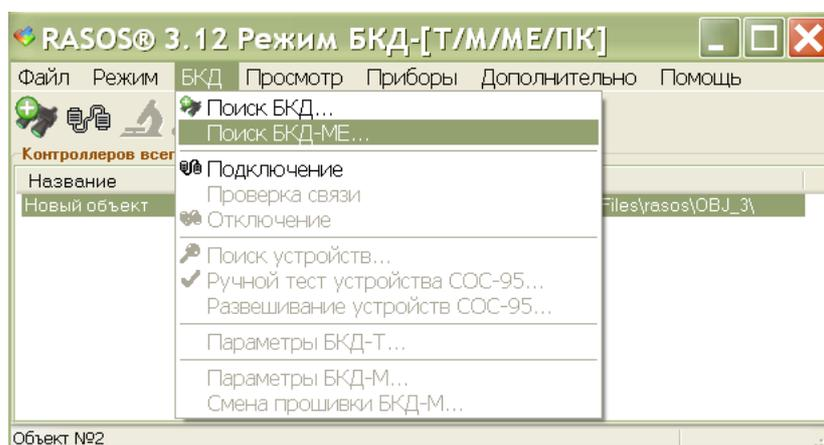

Рисунок 15
- 2) В открывшемся окне на вкладке «БКД» выбрать в меню «Поиск БКД-МЕ» (рисунок 15).